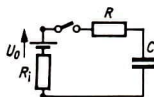

Bild 44
- 8.13 In dem im Bild 44 dargestellten System wird bei entlademem Kondensator zum Zeitpunkt  $t_0 = 0$  der Schalter geschlossen. Es sind: Außenwiderstand  $4,0 \text{ M}\Omega$ , Innenwiderstand  $5,0 \Omega$ , Anfangsspannung  $120 \text{ V}$  und Kapazität  $2,0 \mu\text{F}$ . Berechnen Sie 1. die Spannung, 2. die Stromstärke am Kondensator jeweils in Abhängigkeit von der Zeit und 3. die Zeitkonstante.